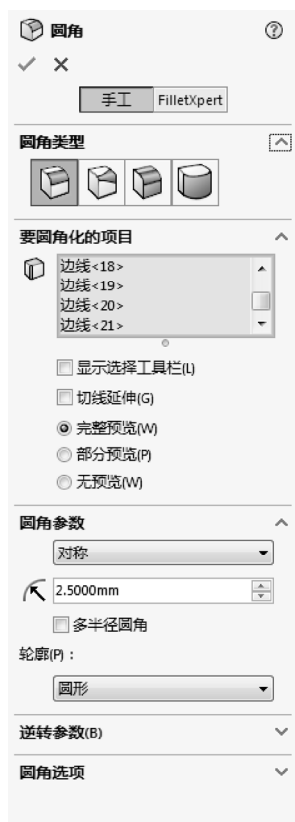
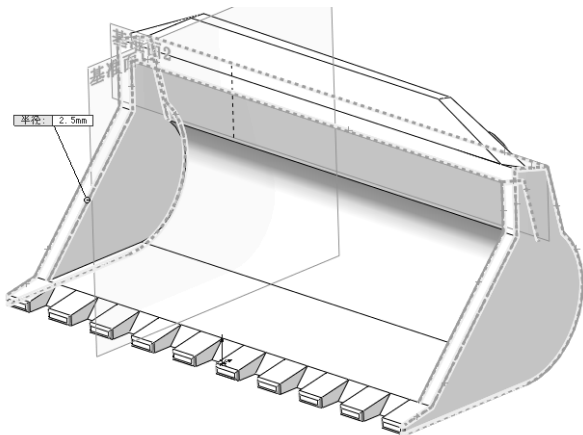
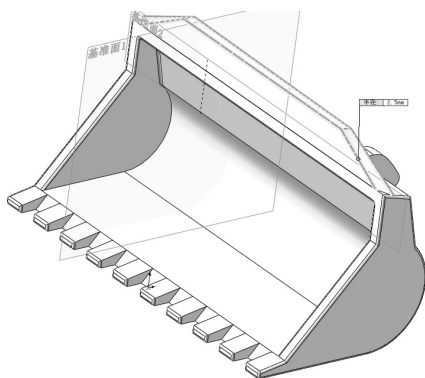
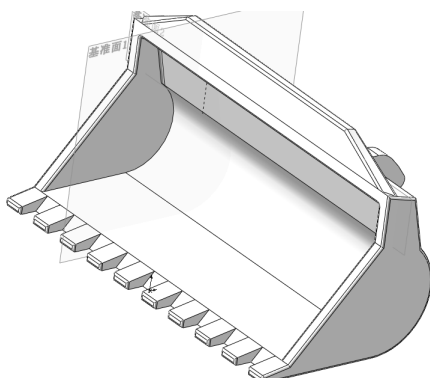

图 13-31 “圆角”属性管理器 2
图 13-32 选择圆角边线 1
图 13-33 选择圆角边线 2
图 13-34 圆角结果 2
20) 圆角实体。选择菜单栏中的“插入”→“特征”→“圆角”命令，或者单击“特征”控制面板中的 (圆角) 按钮，系统弹出图 13-31 所示的“圆角”属性管理器。在“半径”文本框中输入值“2.5mm”，取消“切线延伸”的选择，然后用鼠标选取图 13-32 中所示的边线，最后单击属性管理器中的 (确定) 按钮，结果如图 13-33 所示。重复“圆角”命令，选择图 13-33 所示的边线，输入圆角半径值为“1.25mm”，结果如图 13-34 所示。